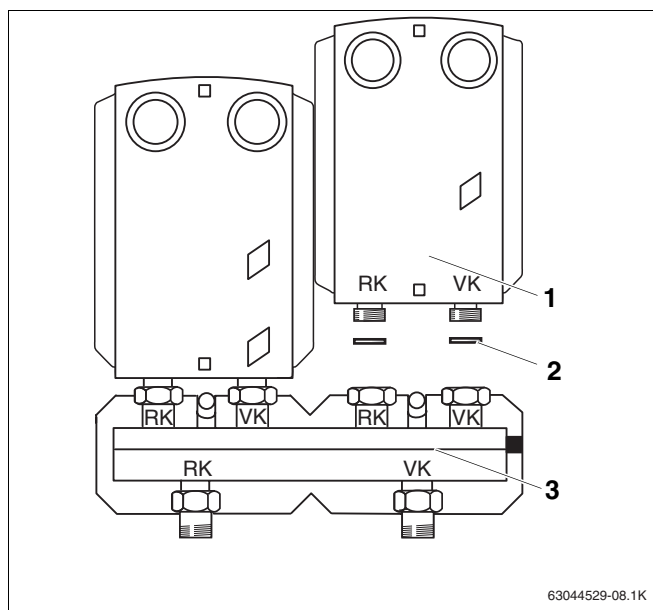

Fig. 8 Montaggio del set circuito di riscaldamento HS/HSM sul collettore del circuito di riscaldamento
- Avvitare la mandata e il ritorno del collettore del circuito di riscaldamento (fig. 8, **pos. 3**), con guarnizioni già inserite (fig. 8, **pos. 2**), sulla mandata e sul ritorno del set circuito di riscaldamento HS/HSM (fig. 8, **pos. 1**).